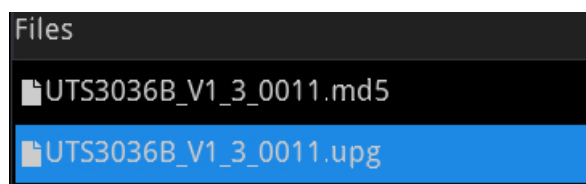

Abbildung 2-2 Upgrade-Paket
1. Dekomprimieren Sie das Upgrade-Paket in das Stammverzeichnis des USB-Flash-Laufwerks. Das Paket enthält zwei Dateien, xxxx.md5 und xxxx.upg, wie in Abbildung 2-2 gezeigt;